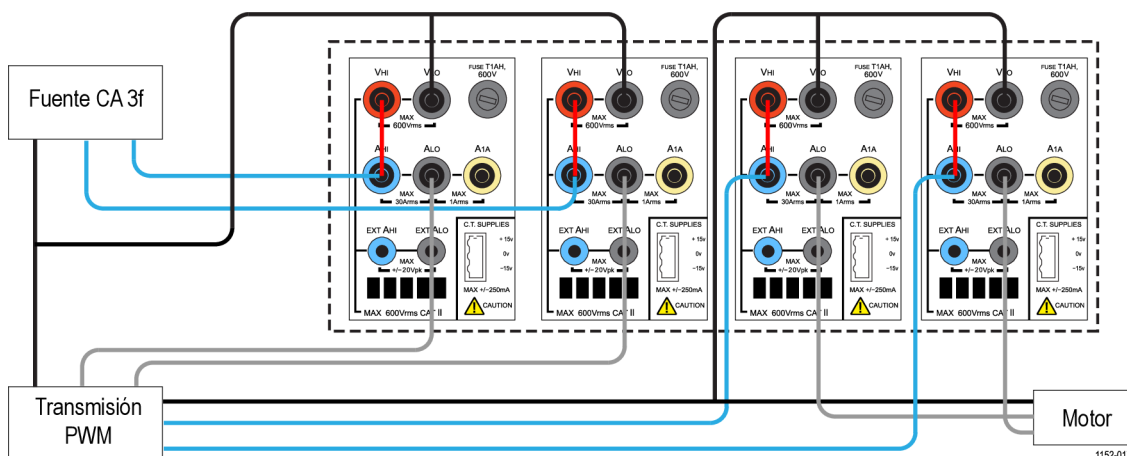

Figura 47: Eficiencia de la transmisión de motor PWM (entrada y salida trifásica)
1. Conecte la entrada CA trifásica de la transmisión de motor PWM a los primeros dos canales del PA3000 tal como muestra el diagrama de cableado. (Consulte la figura 47.)